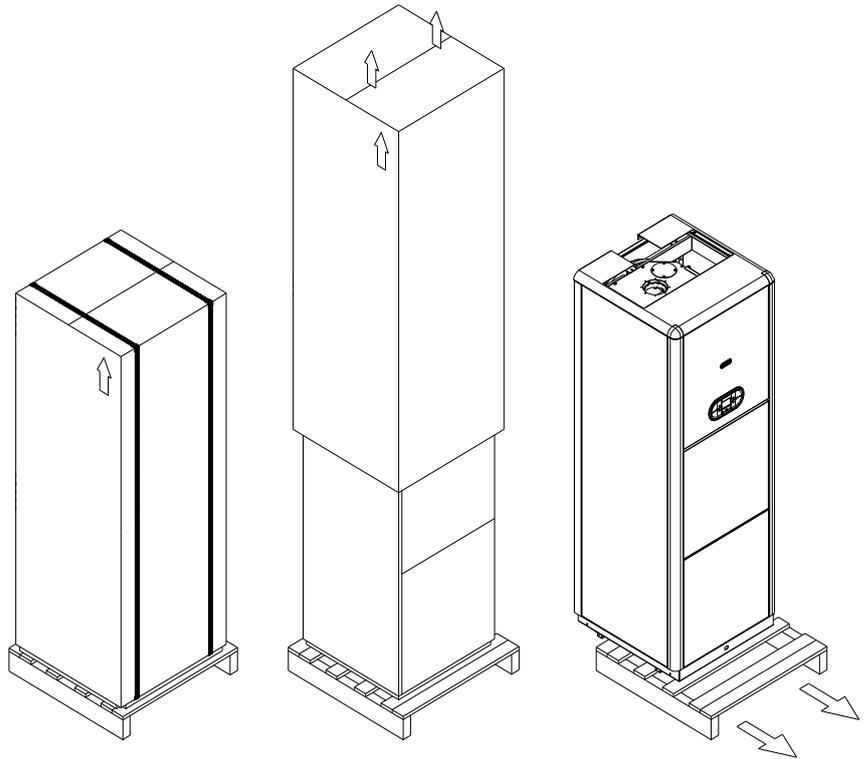

Fig. 1
- a. tagliare le fascette di fissaggio (fig.1 );